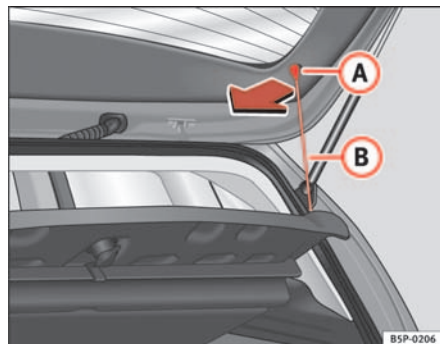

Fig. 120 Chapeleira
- Desengate os tirantes ⇒ fig. 120 B dos alojamentos A